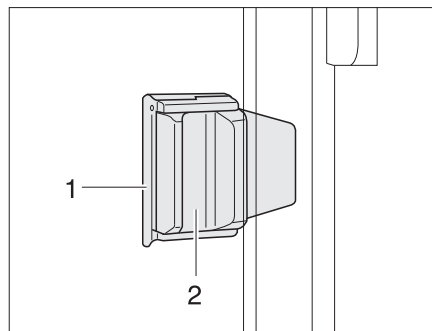

Fig. 59 Ventana corredera con con bloqueo corredizo
- Extraer el bloqueo (Fig. 59,1).
- Presionar el tirador (Fig. 59,2) y, al mismo tiempo, empujarlo hacia adelante o hacia atrás.
- Girar el botón de bloqueo (Fig. 59,1) en posición vertical.